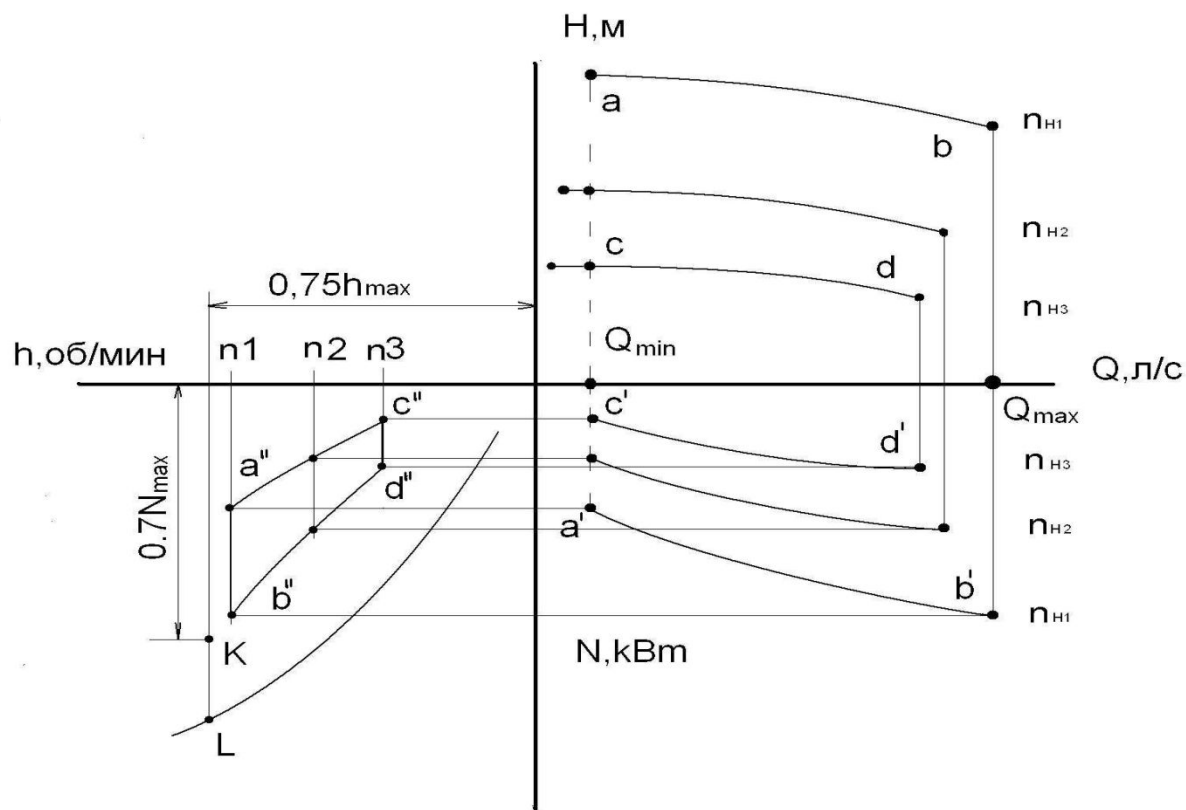

РИС.1
По найденным значениям n_j проводят вертикальные линии n_1 , n_2 и n_3 (см. рис.1). Они и характеризуют скоростные режимы двигателя, соответствующие частотам вращения вала насоса $n_{нi}$. Проведя горизонтальные линии от точек c' и d' до пересечения с линией, проведенной через n_3 , будет определен отрезок c'' и d'' , характеризующий мощность, потребляемую ПН. Аналогично определяют точки a'' и b'' , а также две промежуточные точки, соответствующие $n_{н2}$.
2. Определить расходы топлива и выбросы окислов азота при мощностях двигателя и частоте оборотов его вала, характерных для точек a'' , b'' , c'' и d'' (см.рис.1).
2.1 Определить мощности N и частоты вращения вала двигателя в точках a'' , b'' , c'' , d'' рис. 1).
2.1. Определить мощности N и частоты вращения вала двигателя в точках a'' , b'' , c'' и d'' (по рис.1).